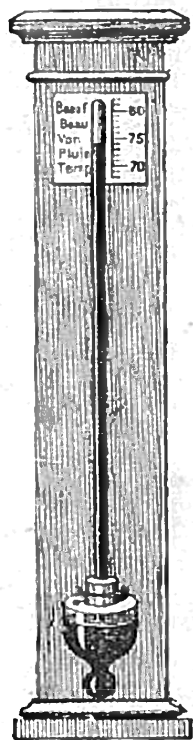

Fig. 27.
4. Le baromètre mesure la pression atmosphérique. — On en construit de plusieurs espèces; le plus simple, le *baromètre à cuvette* (fig. 27), n'est autre chose qu'un tube de Torricelli où le mercure monte ou descend suivant que la pression atmosphérique augmente ou diminue. Le tube est fixé sur une planchette graduée en millimètres, sur laquelle on lit la hauteur exacte de la colonne de mercure.